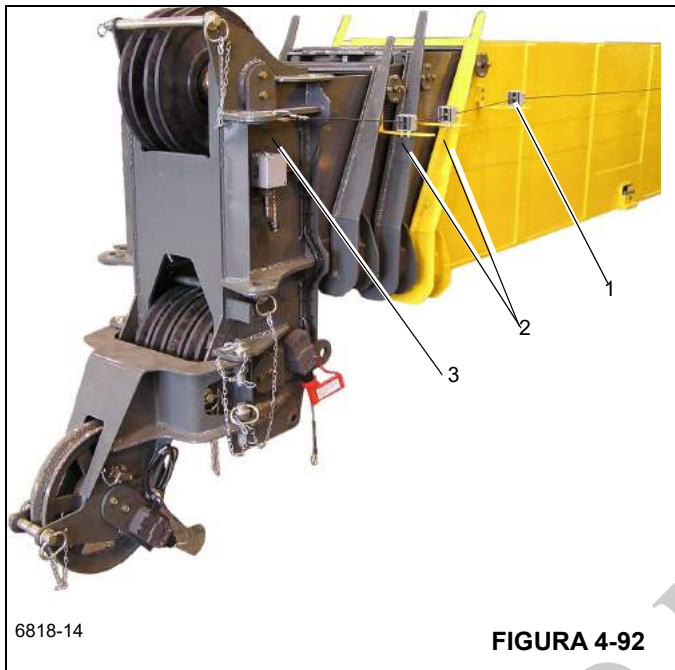

FIGURA 4-92
12. Desconecte el cable del RCL/A2B que se conectó a la guía de cables de la base (1), (Figura 4-92) durante el retiro de la pluma y pase el cable a través de las guías de cables de las secciones centrales interior y exterior (2), (Figura 4-92) y a través de la guía de cables de la sección de extremo (3), (Figura 4-92).